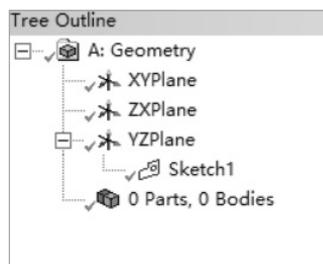

图 2-32 创建草图
(5) 在 Geometry 树中单击 YZPlane 选项，选择 YZ 平面为草图放置平面，然后单击草图按钮 ，新建草图 Sketch1，如图 2-32 所示。为了便于操作，可单击  按钮，选择视图正视自己的视角。